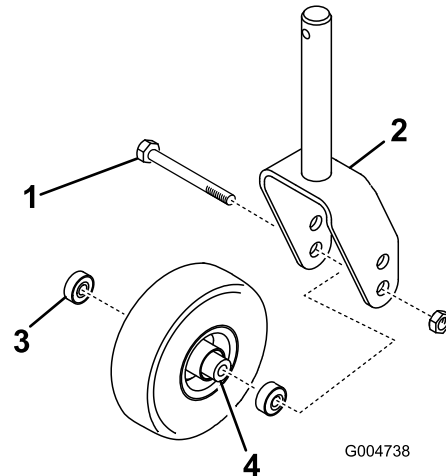

Figure 129
- Retirez le contre-écrou du boulon qui fixe la roue pivotante entre la chape ou le bras de pivot (Figure 129).
- Maintenez la roue pivotante et sortez le boulon de la chape ou du bras pivotant (Figure 129).
- Enlevez le roulement du moyeu de la roue et laissez tomber la douille d'écartement à l'extérieur (Figure 129).
- Enlevez le roulement de l'autre côté du moyeu (Figure 129).